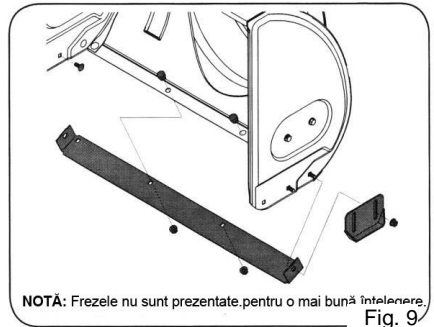

Fig. 9
2. Reasamblați patinele noi cu patru șuruburi de blocare (câte doua pe fiecare parte) și cu piulițele hexagonale cu gât. Vezi Fig. 9.